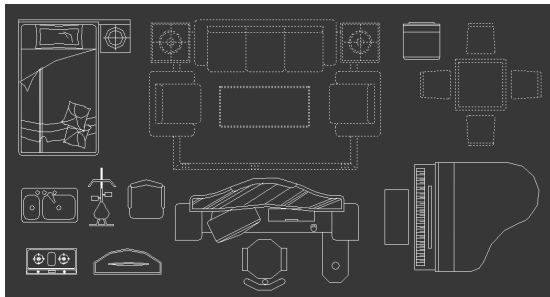

图 1-23 启用“删除”命令选中
(1) 启动【删除】命令，命令行出现“选择对象：”提示，用前文所学方法选中“沙发”“餐桌”“钢琴”，如图 1-23 所示。